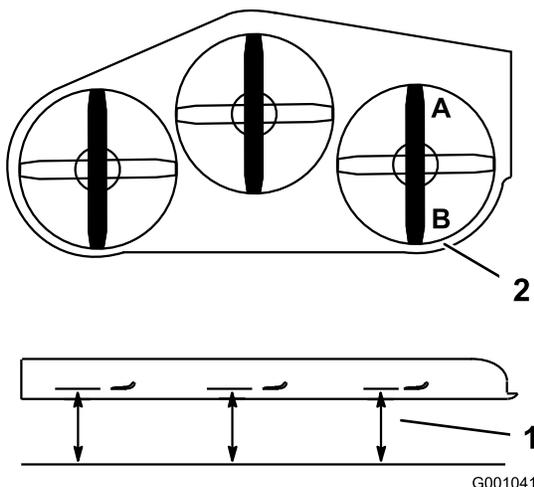

Рисунок 96
2. Расположите один нож в продольном направлении. Измерьте высоту в точках **А** и **В** от горизонтальной поверхности до режущей кромки на конце ножа (Рисунок 96).